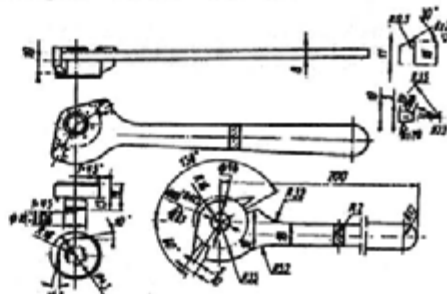

Рис. 158. Ключ для подтяжки регулировочных гаек подшипников коробки дифференциала:
3. Установите на разъемные опоры картера редуктора проверенный дифференциал и затяните болты крышек подшипников динамометрическим ключом, момент затяжки $68-75 \text{ Н} \cdot \text{м}$ ($6,8-7,5 \text{ кгс} \cdot \text{м}$). Затем, затягивая регулировочные гайки специальным ключом (рис. 158) без усилия, отрегулируйте положение венца ведомой шестерни таким образом, чтобы боковой зазор между зубьями шестерен был $0,10-0,15 \text{ мм}$.